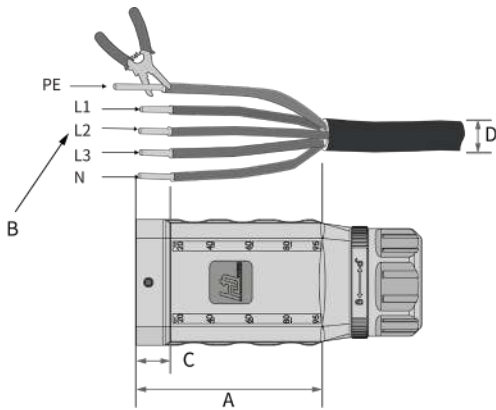

Abb. 16. AC-Kabelleitungen; AC-Kabel abisolieren
6. Lösen Sie die Isolierung der Einzeladern für L1 / L2 / L3 / N und PE (Erdung), sodass Kabel und Isolierung in die Aderendhülse eingesetzt werden können (siehe Abb. 16). Der PE-Schutzleiter muss 5 mm länger sein als die L- und N-Leiter.